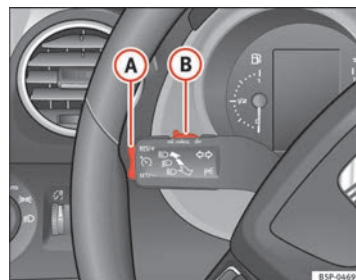

Fig. 149 Palanca de intermitentes y de luz de carretera: mando y tecla basculante para el regulador de velocidad
- Cuando se haya alcanzado la velocidad que se quiere programar, pulse brevemente la parte inferior de la tecla basculante **SET/-** ⇒ fig. 149 **(A)** una vez.